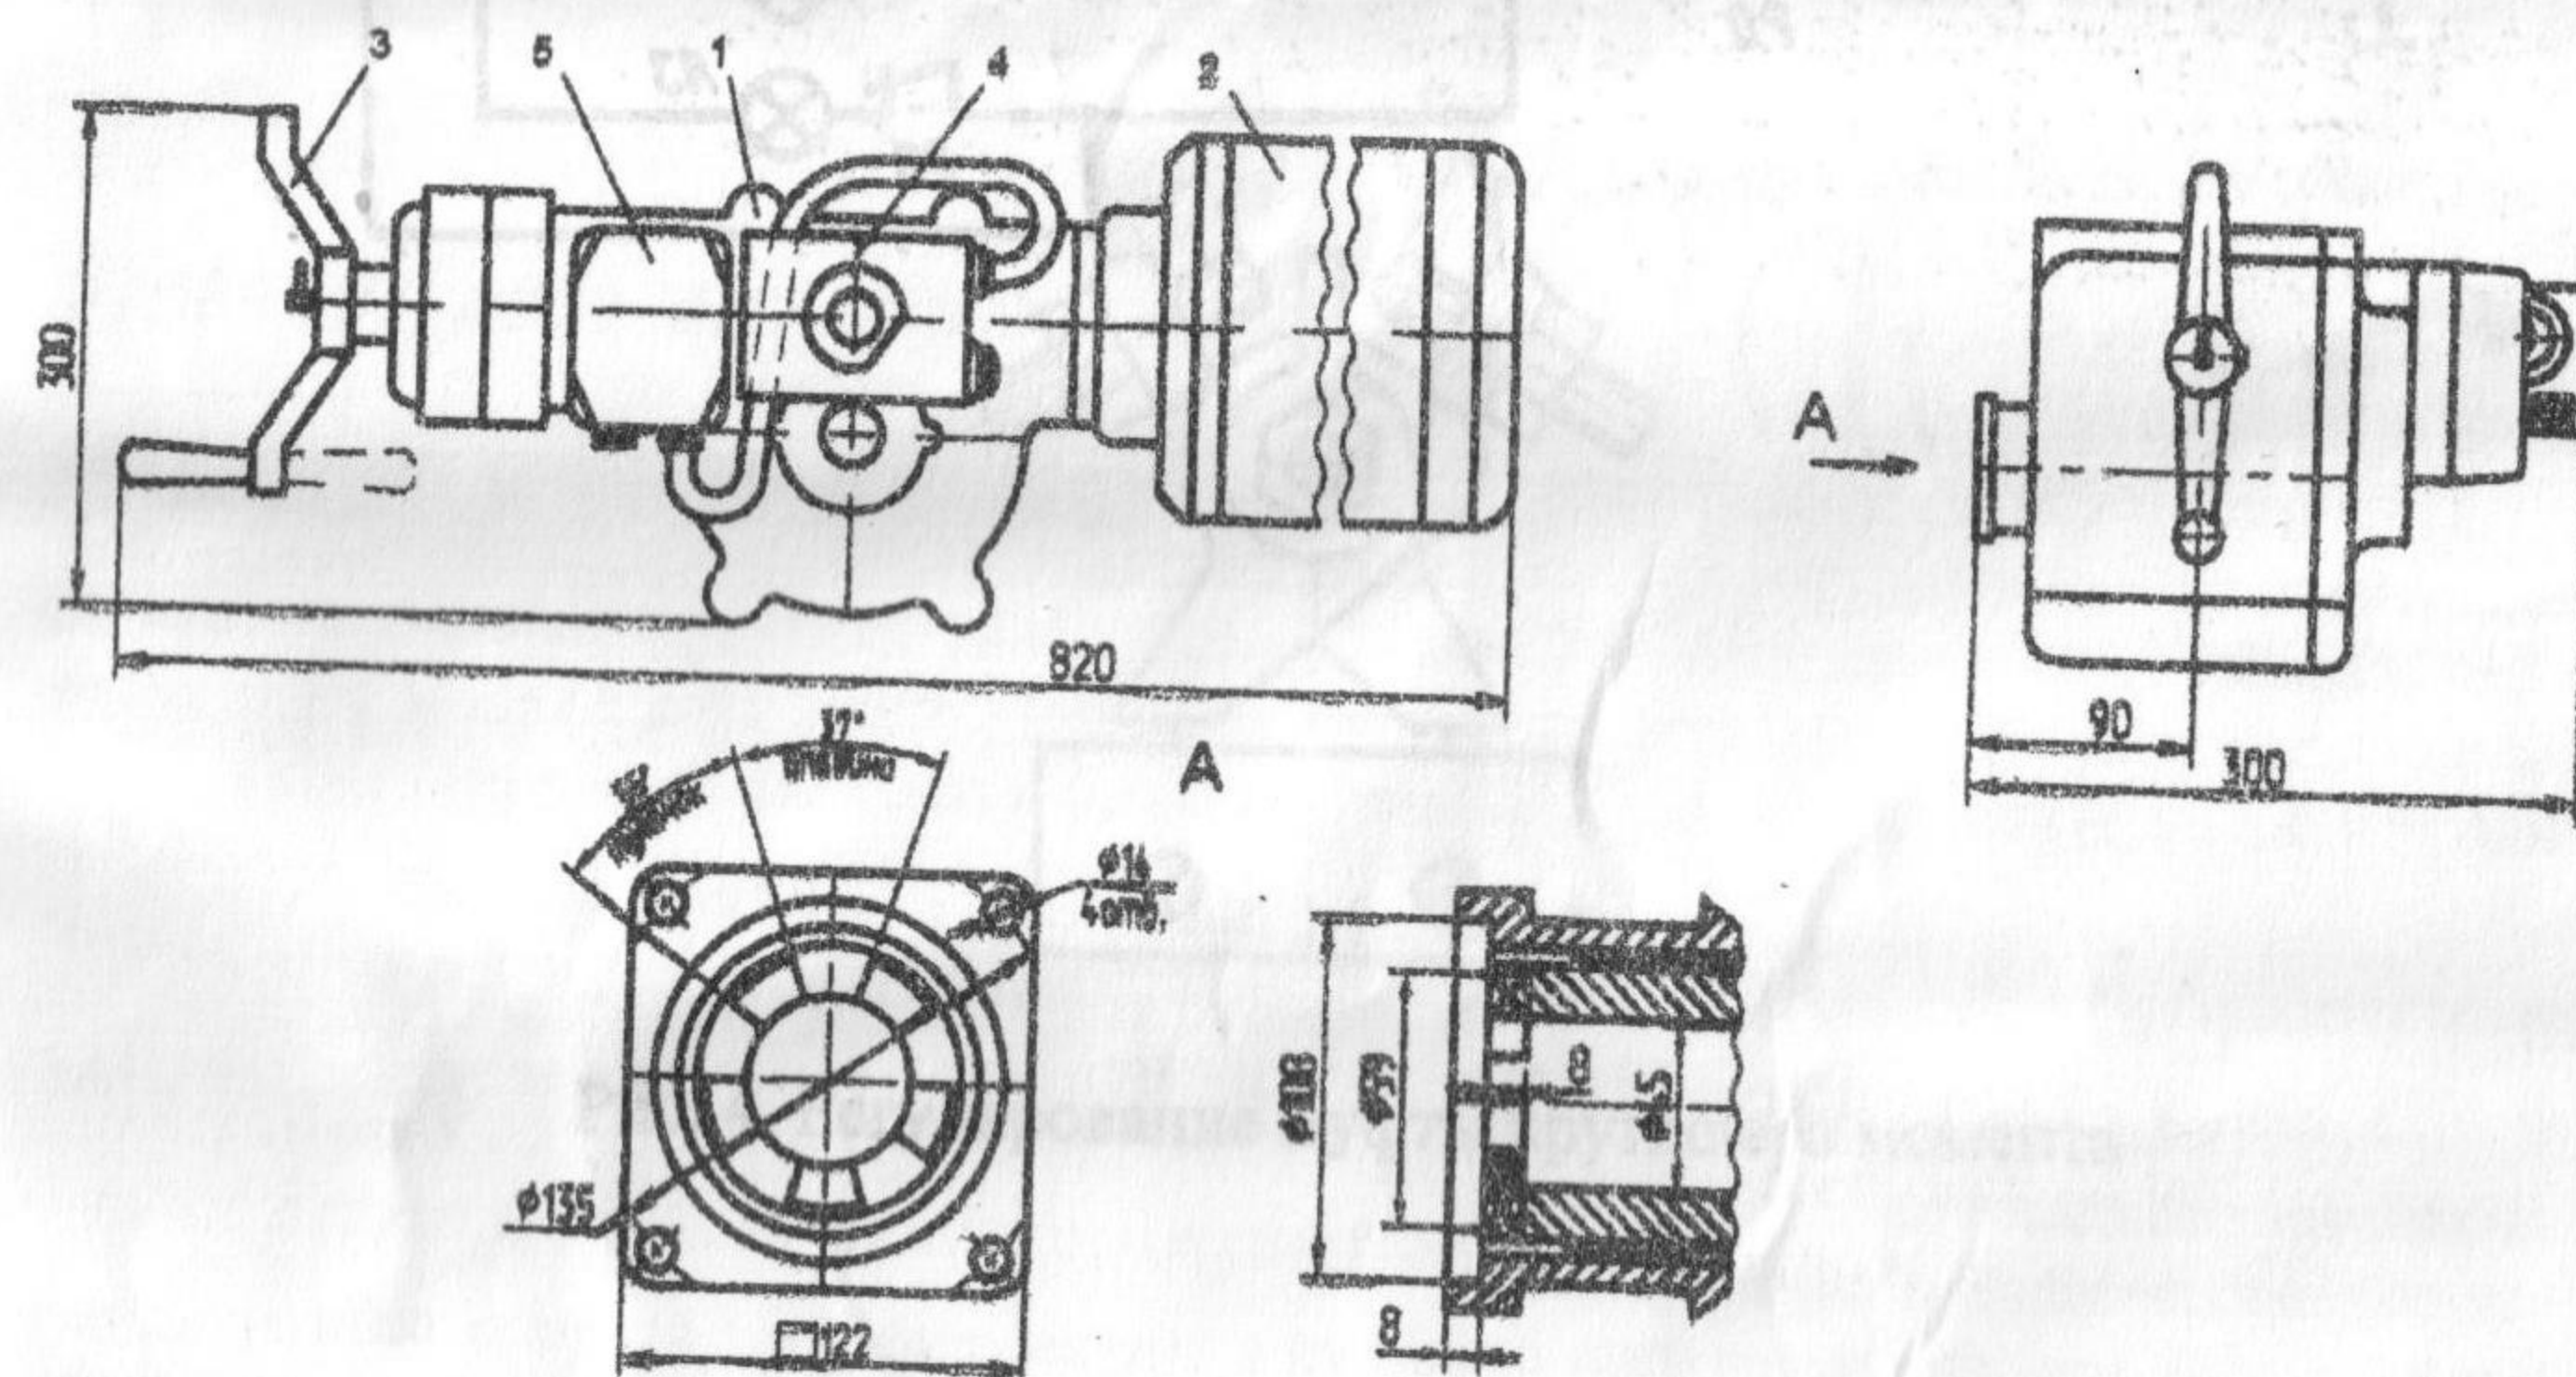

Рис.1 Габаритные и присоединительные размеры привода
- 2.3. Габаритные и присоединительные размеры привода приведены на рис.1. Присоединение приводного вала под соединение со шпинделем арматуры – кулачковое.
3.1. В состав привода (рис.1) входит червячный редуктор с муфтой крутящего момента 1; электродвигатель 2; ручной дублер 3; блок моментных выключателей 5 и коробка путевых выключателей 4, соединенных между собой электромонтажным жгутом в гибком шланге.